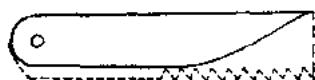

图 1
1. 首先将废钢锯条在砂轮上砂出刀口, 在废钢锯条的一端砂成三角形状(如图1所示), 以便装上木把手。木把手可